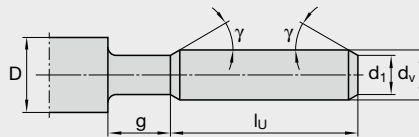

Abb. 15: Vorbereiten des Werkstücks mit Freistich (Gewindeauslauf)
5. Führen Sie den Freistich (Gewindeauslauf) und die zwei Fasen nach Abb. 15 Vorbereiten des Werkstücks mit Freistich (Gewindeauslauf) durch.